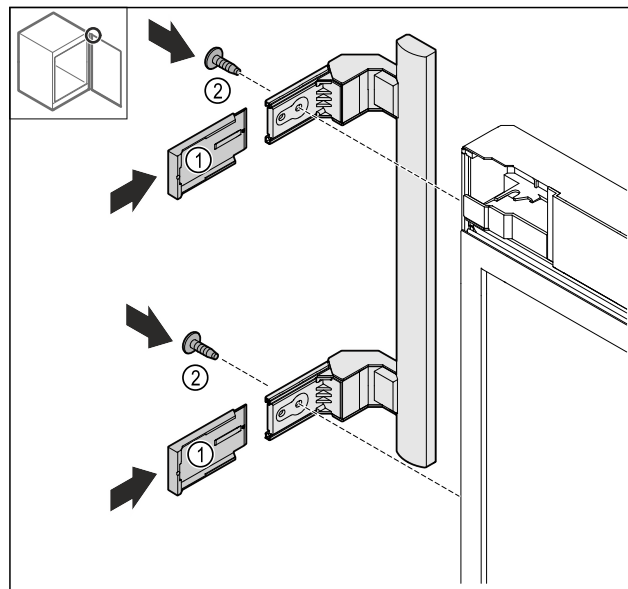

Fig. 25
- Lükake katted Fig. 25 (1) peale.